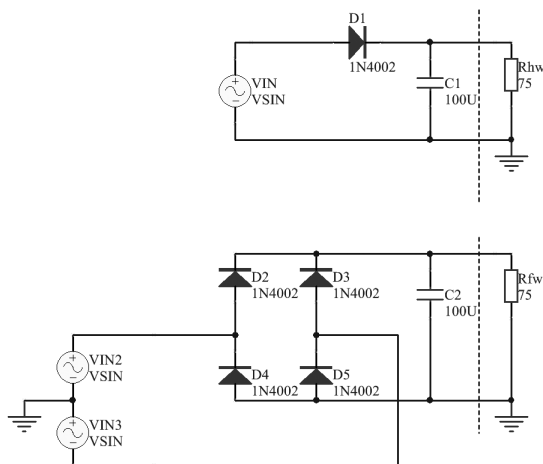

图 12-28 绘制原理图文件
(1) 创建新项目文件和电路原理图文件。选择菜单栏中的“文件”→“New”（新建）→“Project”（工程）命令，创建一个名为“Basic Power Supply. PRJPCB”的新项目文件，选择菜单命令“文件”→“新建”→“原理图”，创建原理图文件，并保存更名为“Basic Power Supply. schdoc”，进入到原理图编辑环境中。
(2) 加载电路仿真原理图的元器件库。加载“MiscellaneousDevices. IntLib”和“Simulation Sources. IntLib”两个集成库及系统自带的“1N4002. mdl”文件。
(3) 绘制电路仿真原理图。按照第 2 章中所讲的绘制一般原理图的方法绘制出电路仿真原理图，如图 12-28 所示。